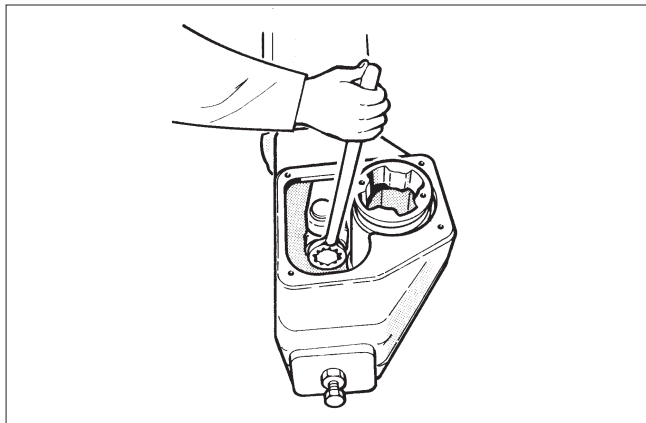

Fig. 10 Öppna fästskruven på manöverdonets lagerenhet
- Ta bort cylinderändans sidostoppskruv (26).
- Ta bort cylinderändan (44).
- Ta bort husets lock (2).
- Skruva loss lagerskruven (29) och cylinderns fästskruvar (31) från cylinderfotens (6) sida, se fig. 10. Om kolven vrider sig ska du inte förhindra vridningen med kolvens fästmutter utan skicka hela manöverdonet till tillverkaren för reparation.
- Öppna lagerenhetens (5) fästskruv (29). Se fig. 10.